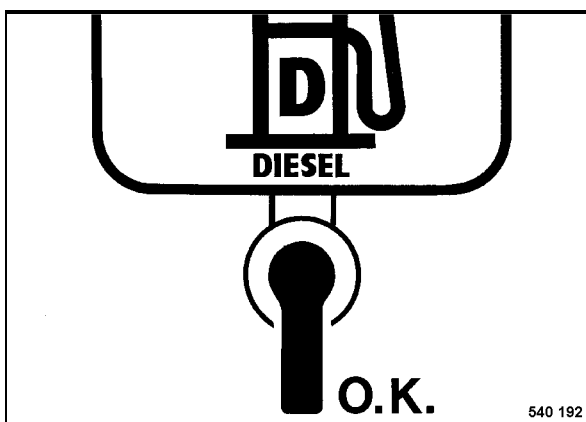

Fig. 7
- Abrir la llave de combustible (Fig. 7).